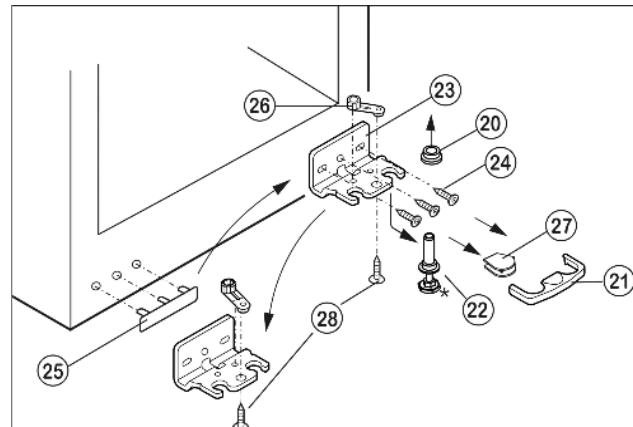

Fig. 5
- ▶ Предохранитель Fig. 5 (21) снимите движением вперед.
- ▶ Снимите крышку Fig. 5 (27).*
- ▶ Полностью вверните регулируемую опору Fig. 5 (22).
- ▶ Вытяните опорный палец Fig. 5 (22) вниз и вперёд. При этом следите за гнездом шарнира Fig. 5 (20).
- ▶ Открутите опорный кронштейн Fig. 5 (23)(3 шт. Torx 25) Fig. 5 (24).
- ▶ Открутите опорную деталь Fig. 5 (26)(1 Torx 25 Fig. 5 (28)) и, переставив в отверстие на противоположной стороне опорного кронштейна, снова прикрутите.
- ▶ Осторожно приподнимите и переставьте крышку Fig. 5 (25) со стороны ручки.
- ▶ Снова прикрутите опорный кронштейн Fig. 5 (23) на новой стороне шарнира, при необходимости с помощью аккумуляторного шуруповерта с усилием 4 Нм.
- ▶ Установите крышку Fig. 5 (27) на противоположной стороне.*
- ▶ Предохранитель (21) нужно зафиксировать сбоку на кронштейне, чтобы опорный палец и двери были защищены от выпадения.
- ▶ Снова защелкните предохранитель (21) на опорном кронштейне.
- ▶ Наденьте гнездо шарнира Fig. 5 (20).
- ▶ Установите дверцу сверху на нижний опорный палец Fig. 5 (22).
- При необходимости выровняйте дверцы через два продольных паза в нижнем опорном кронштейне Fig. 5 (23) параллельно корпусу устройства. Для этого выкрутите средний винт.